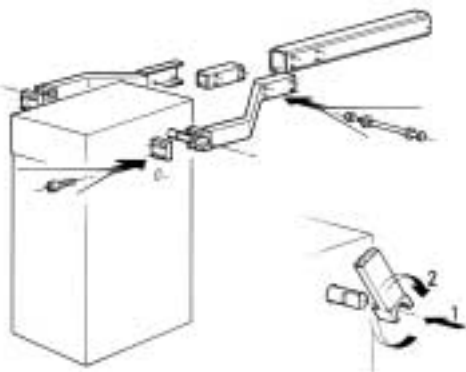

Abb.5
- 2) Die beiden Hälften des Schrankenbaums zusammensetzen. Dazu die beiliegenden Schrauben und Muttern, sowie einen Inbusschlüssel Nr. 8 verwenden (Abb. 5).